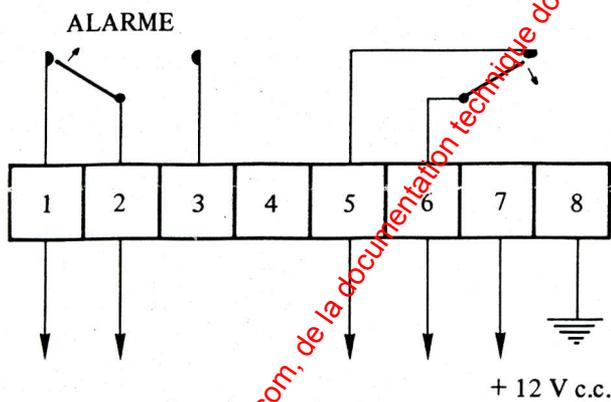

Fig. 3
**Auto protection séparée** : l'interrupteur est alors directement raccordé à une entrée de détection indépendante de celle sur laquelle est connectée la sortie du relais d'alarme (figure 3).